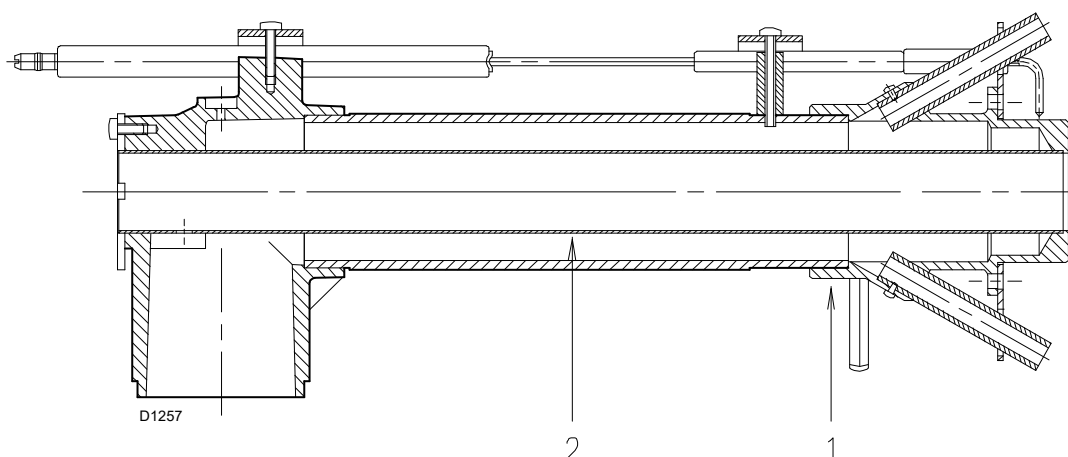

Рис. 1
- Замените узел распределителя 1)(Рис. 1) на узел, предназначенный для работы на сжиженном газе, из комплекта поставки.
- Замените кольцо 3) - 4)(Рис. 1) из комплекта поставки.